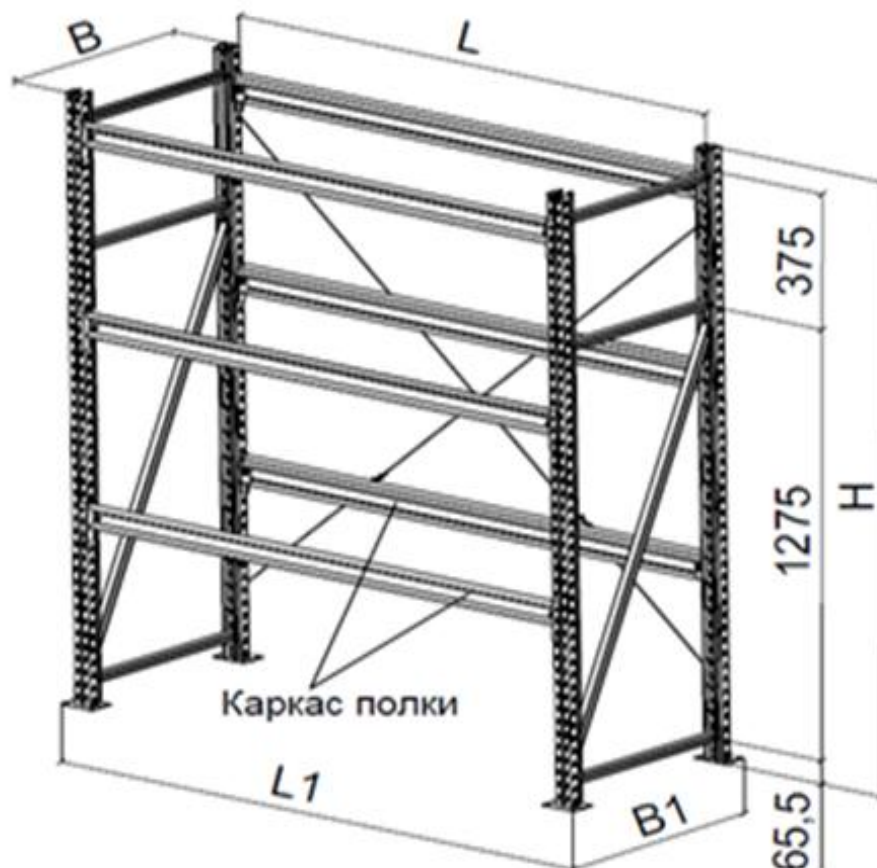

Рисунок 1
- 2.1. Технические характеристики основных секций стеллажа приведены в таблице 1 (см. рисунок 1).